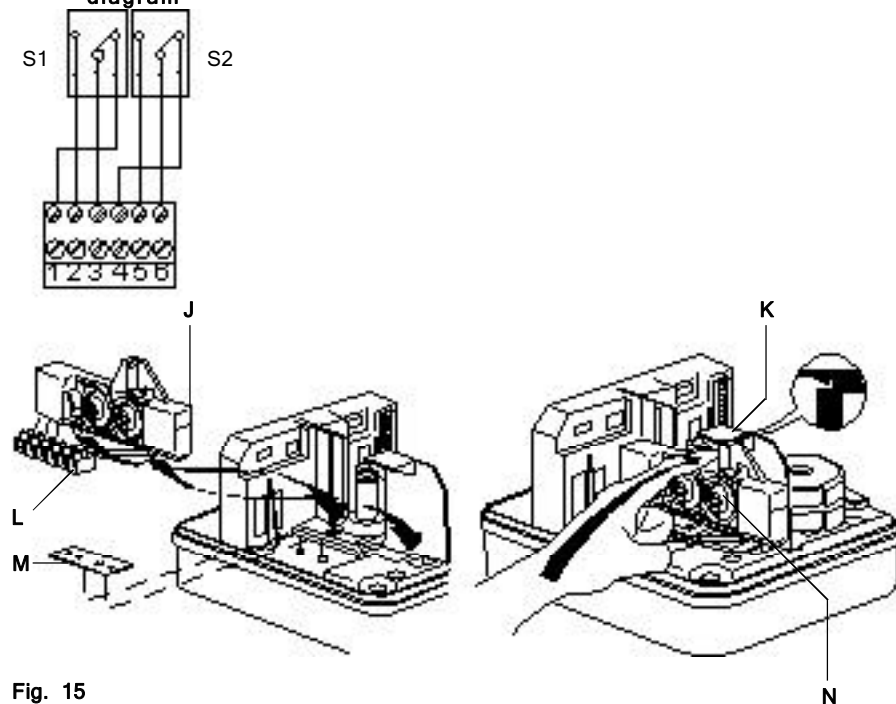

Fig. 15
1. Placera brytarsatsen (J) med hjälp av de två klackarna i botten av denna på ställdonets basplatta. Se fig. 15.
2. Tryck på toppen av brytarsatsen så att den fastnar under basfästet (K).
3. Anslutningsplint (L) och namnskylt (M) levereras också och ska skruvas på underdelen.
5. Anslut kablarna efter ledningsdragningsdiagrammet i fig. 15. **Obs:** Kablarna måste stoppas tillbaka för att förhindra att de skadas vid montering av locket eller upphakning av brytarsatsen.
6. Brytarpositionerna justeras genom att lossa på brytarkammarna (N) och att omplacera dem.